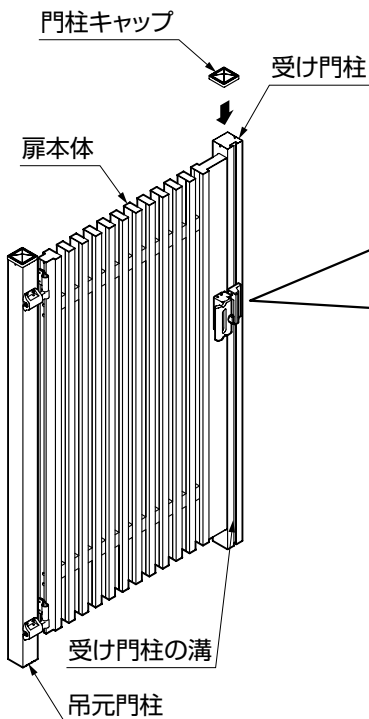

図4-1
- ①各錠の取付説明書を参照して、受け門柱に部品を取付けてください。
- ②ラッピング門柱用カバーを受け門柱の取付け箇所長さの長さに切断してください。
- ③受け門柱の溝にラッピング門柱用カバーをゴムハンマー等でキズが付かないよう、軽く叩いて取付けてください。
- ④門柱キャップを取付けてください。（図4-1参照）